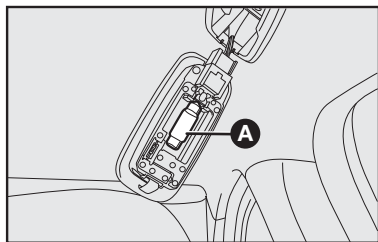

fig. 24
- Substituir a lâmpada **A-fig. 24**, liberando-a dos contatos laterais e certificando-se de que a nova lâmpada esteja corretamente bloqueada entre os contatos.